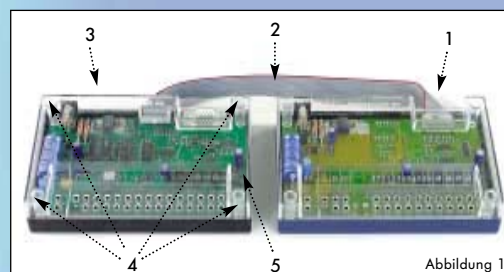

Abbildung 1
Das Extension Module (Abb. 1, 1) wird über das Flachbandkabel (2) mit dem Interface (3) verbunden. Dazu löst man zunächst die 4 Schrauben (4) am Interface und nimmt den Deckel (5) ab.